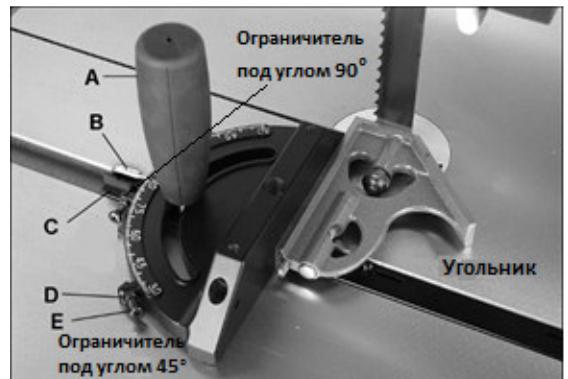

Рис. 35: настройка приспособления для распила под углом
- Приложите угольник к передней поверхности приспособления для распила под углом и к поверхности пильного полотна, как показано на Рис. 35. (Угольник должен устанавливаться именно к поверхности полотна, а не к зубьям, которые расположены шире, чем основное полотно). Для данной процедуры предпочтительно использовать широкое пильное полотно.
- Отщелкните 90-градусную стопорную пластину (Рис. 35, С) и ослабьте рукоятку (Рис. 35, А). Сместите корпус приспособления до тех пор, пока он не будет располагаться вровень с угольником, затем затяните рукоятку (Рис. 35, А).
- Зашелкните стопорную пластину (Рис. 35, С) обратно и ослабьте стопорную шестигранную гайку. Закручивайте винт, пока он не коснется стопорной пластины.
- Ослабьте установочный винт в основании указателя (Рис. 35, В) и сместите указатель таким образом, чтобы он совпал с отметкой 90° на шкале.
Ограничители для распила под углом 45° проверяются подобным образом с помощью угловой шкалы, изображенной на рис. 35.
- Ослабьте рукоятку (Рис. 35, А).
- Поворачивайте корпус приспособления, пока указатель (Рис. 35, В) не укажет на желаемый угол на шкале. Возможно, вам придется отвернуть стопорную пластину (Рис. 35, С) в сторону, чтобы корпус мог повернуться.
- Затяните рукоятку (Рис. 35, А).
- Приспособление для распила под углом имеет три ограничителя – под углом 90°, под углом 45° правый и левый. Каждый ограничитель можно отрегулировать, ослабив шестигранную гайку (Рис. 35, Д) и по необходимости закручивая винт (Рис. 35, Е). По завершении регулировки затяните шестигранную гайку (Рис. 35, Д).